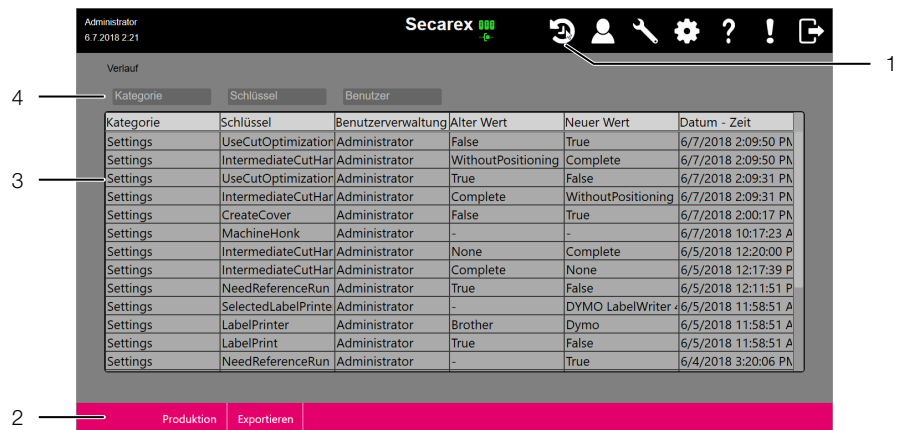

Abb. 18: Bildschirmseite „Historie“
- Drücken Sie die Schaltfläche „Historie“ (Abb. 18, Pos. 1) in der Kopfzeile der Secarex-Software.
- Drücken Sie die Schaltfläche „Exportieren“ (Abb. 18, Pos. 2). Es erscheint ein Dialog, in dem Sie ein Verzeichnis auswählen und den Namen für die exportierte CSV-Datei eingeben können.